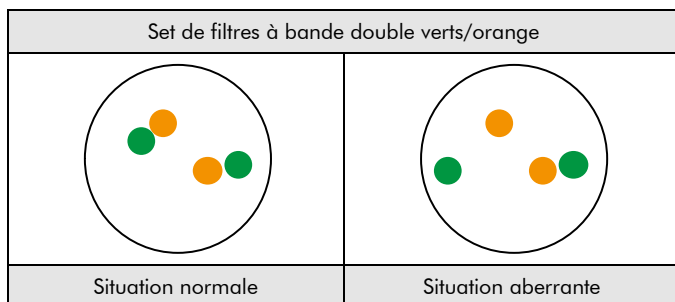

Fig. 2 : Résultats attendus dans les noyaux en interphase normaux et présentant une aberration
**Situation normale :** Dans les interphases de cellules normales ou de cellules sans une translocation impliquant la région du gène NRG1, deux signaux verts et deux signaux orange apparaissent (voir figure 2).
**Situation aberrante :** Une région du gène NRG1 affectée par une translocation est indiquée par un signal vert séparé et un signal orange séparé (voir figure 2).